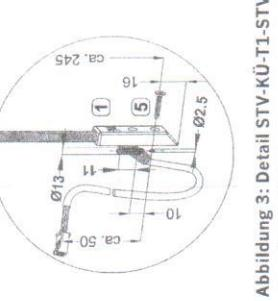

Abbildung 2: Detail Rahmenteil 2
- Rahmenteil 2 **3** (Abbildung 2):